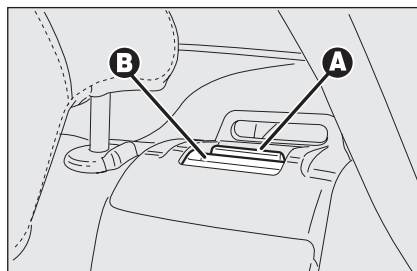

fig. 29
- soulever le levier **A-fig. 29** et renverser le dossier arrière vers l'avant (le soulèvement du levier est mis en évidence par une "bande rouge" **B**);